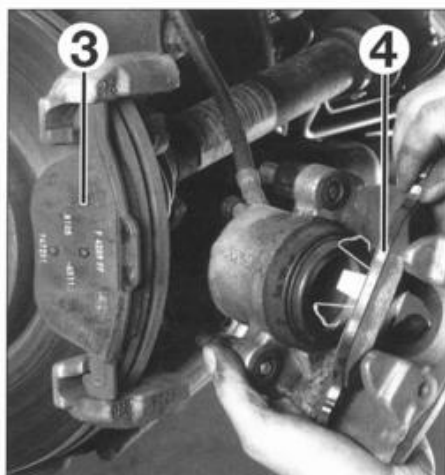

FIG. 9
- Recuperar la pastilla (3) que ha quedado en el soporte de pinza y desengrapar la segunda pastilla (4) del pistón (**fig. 9**).